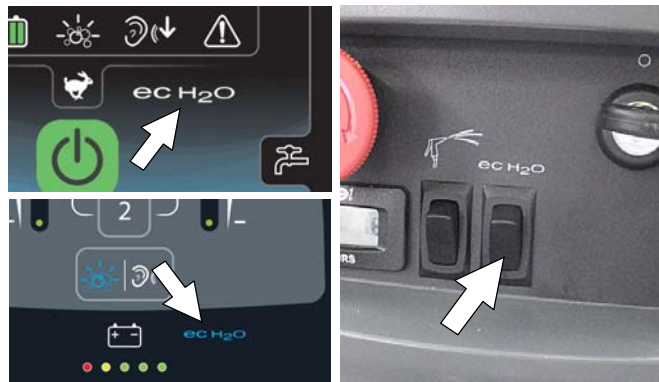

ABB. 73
3. ec-H2O-Modelle – The ec-H2O-System wird beim Schlüsselstart automatisch eingeschaltet. Die ec-H2O-Anzeige erscheint im Bedienfeld und weist darauf hin, dass das System aktiviert ist (Abbildung 73).
ACHTUNG: Bei herkömmlichen Schrubbverfahren mit Reinigungsmitteln im Lösungstank müssen Sie sicherstellen, dass das ec-H2O-System abgeschaltet ist, indem Sie die ec-H2O-Taste betätigen (Abbildung 73). Wenn das Reinigungsmittel unabsichtlich durch das ec-H2O-System gelaufen ist, wird ein Systemfehler auftreten. Um den Fehler zu beheben muss der Lösungstank geleert, klares Wasser hinzugegeben und das ec-H2O-System zum Aufheben des Fehlers betrieben werden. Wenn der Fehler erneut auftritt, wiederholen Sie diesen Schritt, bis der Fehler behoben ist. Siehe SERVICEANZEIGECODES für weitere Einzelheiten.